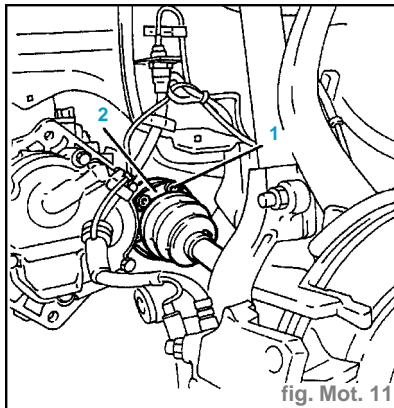
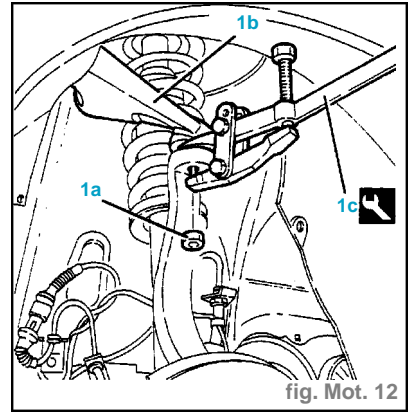

fig. Mot. 11
fig. Mot. 12
- Dévisser les boulons des brides des joints homocinétiques des demi-arbres (1) (fig. Mot. 11).
- Déposer les plaques de sûreté (2).
- Dévisser l'écrou (1a) et déconnecter les montants (1b) des bras oscillants supérieurs avec extracteur (1c) (fig. Mot. 12).
- Raccorder les montants aux bras oscillants supérieurs et les fixer avec l'écrou. Serrer à **4,3 - 4,7 daN.m** (fig. Mot. 12).
- Placer les plaques de sûreté (2) et resserrer les boulons (1) des brides des
- joint homocinétiques des demi-arbres à **4,0 - 5,2 daN.m** (fig. Mot. 11).